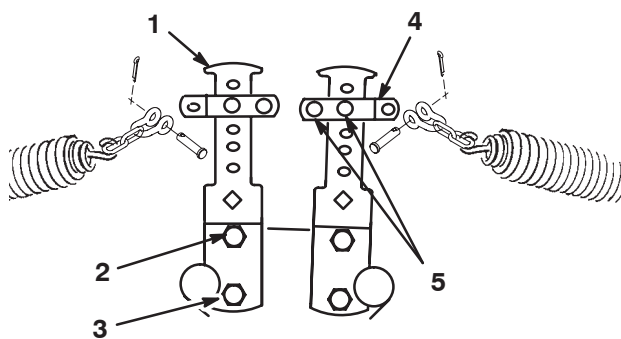

Bild 16
4. Befestigen Sie das andere Ende der Feder mit der Federkette, der Lastöse, dem Lastösenbolzen und dem Splint am entsprechenden Loch (siehe unten) an den vorderen und hinteren Gegengewichtarmen (Bild 16 und 17).
5. Befestigen Sie das andere Ende der Feder mit der Federkette, der Lastöse, dem Lastösenbolzen und dem Splint am zweiten Loch von oben (Bild 16).
8. Befestigen Sie das untere Ende des Gegengewichtarms mit der vorher abgenommenen Kopfschraube und Mutter am Chassis. Ziehen Sie die obere Kopfschraube fest (Bild 16).